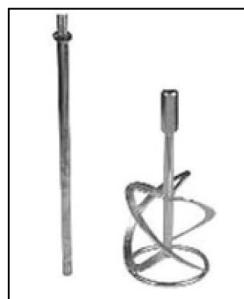

Рис. 3
1. Соедините насадку-миксер, состоящую из двух частей, закрутив резьбовое соединение по часовой стрелке (Рис. 3, 4)